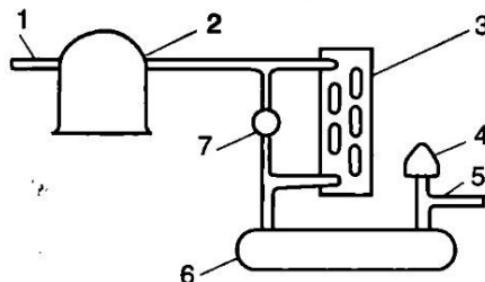

Рис. 68. Расположение запорного вентиля:
вера или конденсатора монтируют запорный вентиль (рис. 68). Чаще всего вентиль используют для вакуумирования системы. Когда вентиль открыт, сопротивление, оказываемое хладагенту, незначительно. При закрытом вентиле циркуляция хладагента прекращается. Если вентиль закрыт частично, то создается сопротивление потоку хладагента, которое вызывает его дросселирование. Возникновение дросселирования обнаруживают по разности температур по обе стороны вентиля и уменьшению давлений всасывания и нагнетания.
25.2.1. Регулятор давления хладагента применяют для направления потока горячего пара хладагента мимо конденсатора в ресивер (см. рис. 68). При низкой температуре окружающей среды давление нагнетания уменьшается до уставки регулятора. Слив хладагента из конденсатора прекращается, в результате чего в нем накапливается жидкость и повышается давление конденсации. По достижении определенного (более высокого) давления горячий пар хладагента нагревается из компрессора в ресивер, подогревая жидкость, поступив-